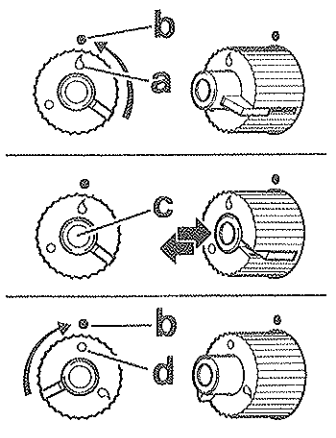

Fig. 6
- 7 - een gasknop met drukknop voor snelle ontluchting (c fig.6)